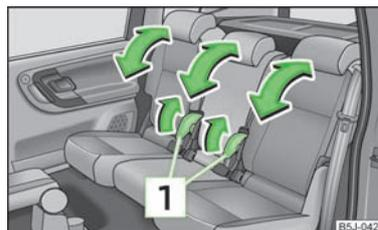

Fig. 37
- Tirare la leva **1** » fig. 37 e impostare l'inclinazione desiderata dello schienale.